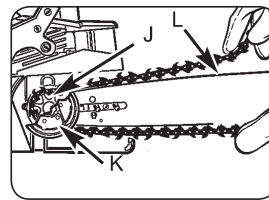

Fig. 3G
- Enfilez la chaîne autour du pignon d'entraînement (J) derrière l'embrayage (K). Assurez-vous que les maillons soient bien posés entre les dents du pignon d'entraînement (Fig. 3G).
- Introduisez les maillons dans la rainure (L) sur la périphérie du guide-chaîne (Fig. 3G).